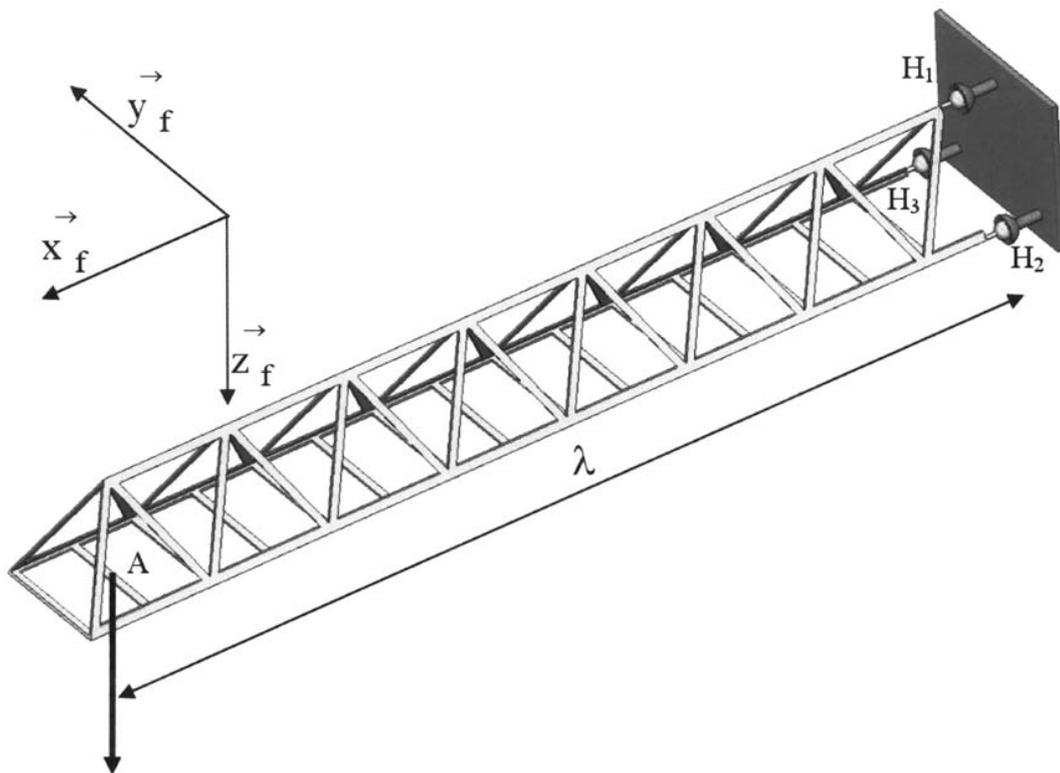

Figure 5 : Efforts dans la truss
On s'intéresse maintenant à la composante sur \vec{x}_f (figure 5) des efforts intérieurs dans les longerons. Pour ce faire on étudie l'équilibre d'une portion de la flèche, en faisant les hypothèses :
- cette portion est solidarisée avec le reste de la flèche par l'intermédiaire de trois liaisons sphériques situées en H_1, H_2, H_3 conformément à la figure 5 ci-après ;